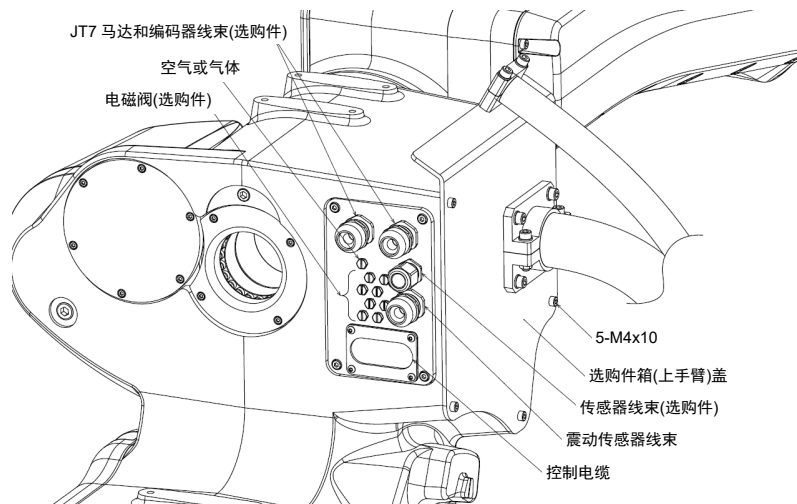

图 1.10 选购件箱(上手臂)外观(BA013N/L)
1. 参考图1.10，拆卸5根内六角螺栓(M4×10)，并打开上手臂的选购件箱(上手臂)盖。
2. 参考图1.11，用选购件箱内附属的电缆连接连接器(XMSA1和XMSA2)和控制电缆(中继)(选购件)。另外，图1.10所示的空气或气体的配管系统上安装单触式接头(选购件)、气管(选购件)和异径管接头(选购件)，并与送丝机的气管连接。